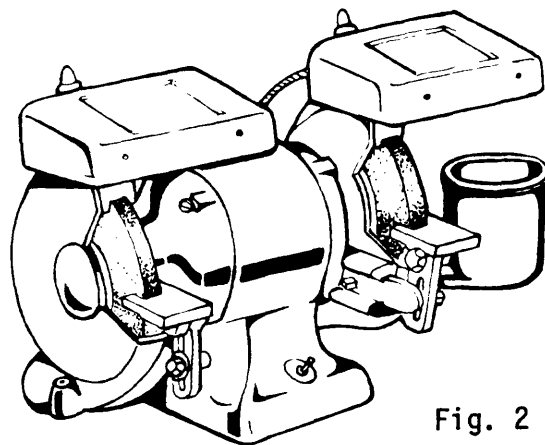

Fig. 2
*Esmeriladora de banco (fig. 2).*